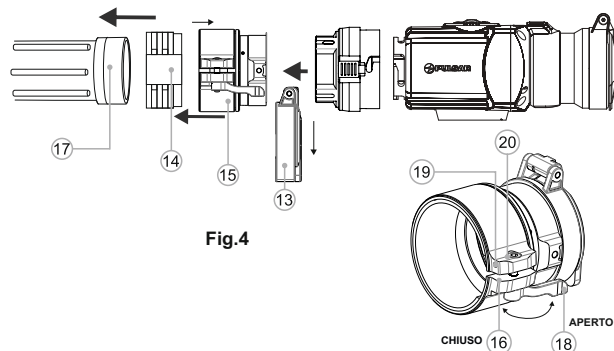

Fig.4
- Togliere il tappo (13): ruotare in senso antiorario.
- Posizionare l'inserto (14) nell'adattatore (15) a fondo (vedi fig.4).
- Installare saldamente l'adattatore con l'inserto sulla lente dell'obiettivo (17) del cannocchiale diurno (fig 4).
- Far scattare la leva (18) dalla posizione iniziale "APERTO" di apertura alla posizione "CHIUSO" (fig. 4). Verificare che l'adattatore sia inserito saldamente sulla lente dell'obiettivo.
- Allentare la vite di bloccaggio (19) con la chiave esagonale (S = 2 mm).
- Serrare la vite (20) con chiave (S=4 mm) con la forza di chiusura necessaria per garantire che l'adattatore si adatti strettamente alla lente obiettivo.
- Serrare la vite di bloccaggio (19).